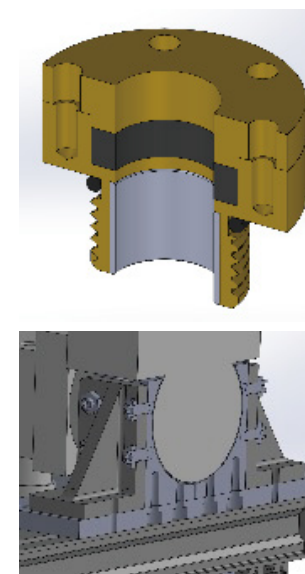

図3：Solidworks計画モデル
- 3次元CADモデルにより装置構造を可視化し、依頼者と装置仕様について相互理解を深めた。(図3)